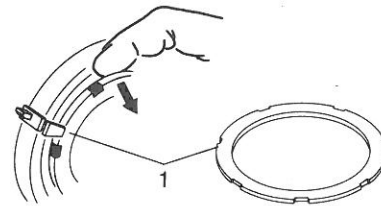

Bild 6
- ① Uhr auf 24.00 Uhr stellen
- ② Uhrenabdeckkappe abheben
- ④ Zeiring aus Halterung herausnehmen (Bild 6)